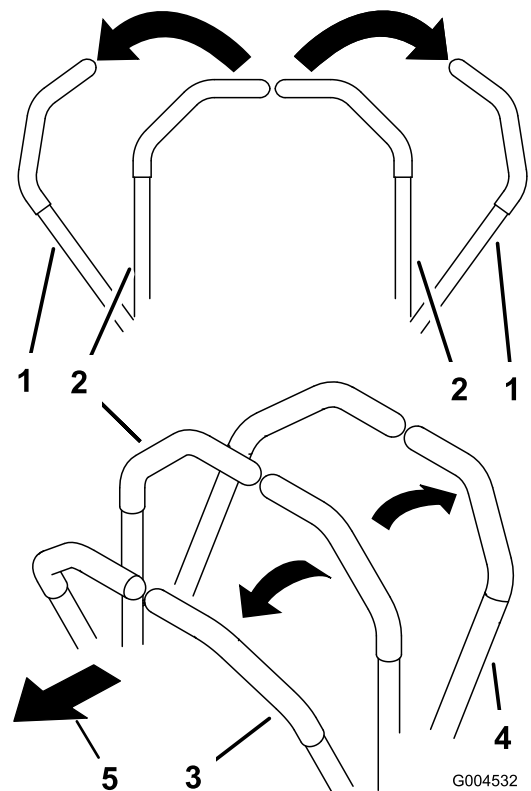
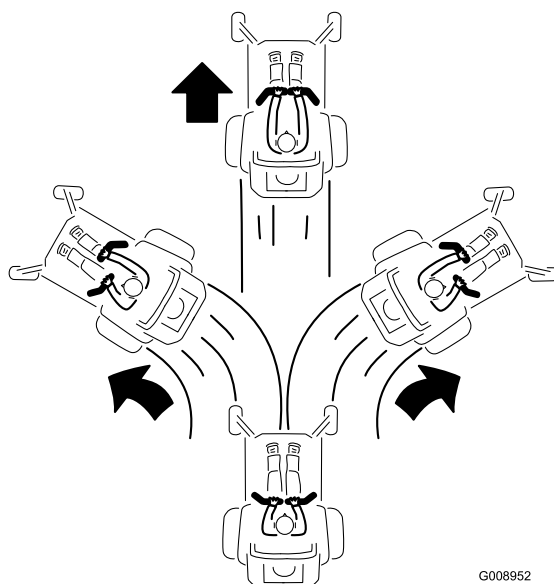

Figura 17
Figura 19
2. Para andar para a frente empurre as alavancas de controlo do movimento para a frente (Figura 17 e Figura 19).
Para andar a direito, aplique pressão igual em ambas as alavancas de controlo do movimento (Figura 17).
Para rodar, liberte a pressão da alavanca de controlo de movimento virada para a direcção para a qual quer virar (Figura 17).